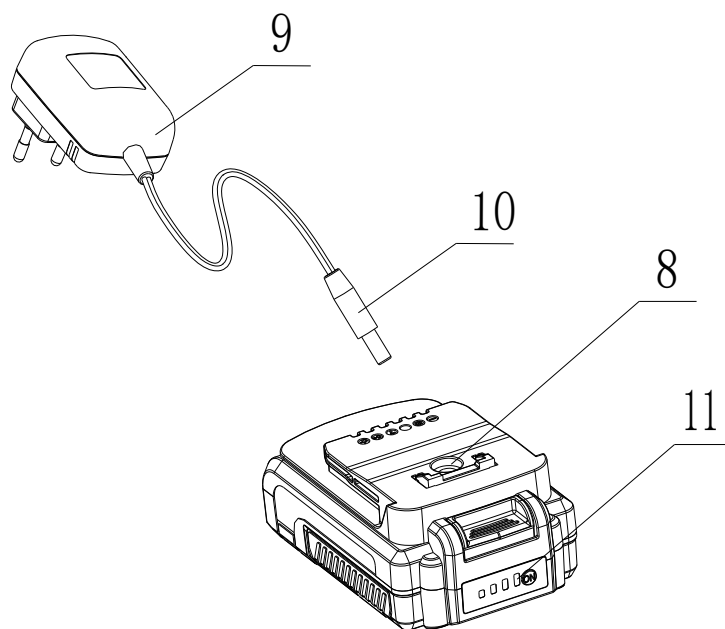

Fig 1
(1) Подключите зарядное устройство 9 к соответствующей сетевой розетке переменного тока.
(2) Вставьте вилку зарядного устройства 10 в гнездо 8 аккумуляторного блока, как показано на рис. 1, убедившись, что вилка полностью вставлена в гнездо. Четыре светодиода 11 начинают мигать, что означает, что аккумулятор заряжен.
(3) Аккумуляторный блок будет полностью заряжен через 4 часа. При этом все светодиоды перестанут мигать и загорятся зеленым светом, что означает, что